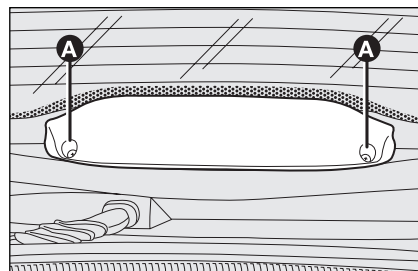

fig. 37
- ☐ svitare le due viti **A-fig. 37** ed asportare il ricoprimento completo;